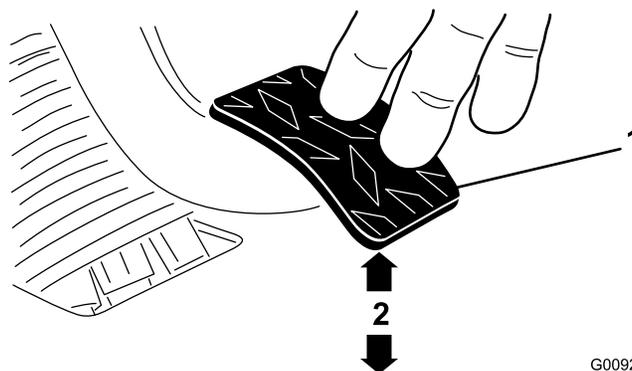

Figura 70
3. Ajuste as porcas ou as juntas até que a extremidade traseira do pedal de embraiagem esteja a 9,2 + 9,8 cm da parte superior da chapa do piso, aplicando uma força de 1,8 quilos no pedal (Figura 70).